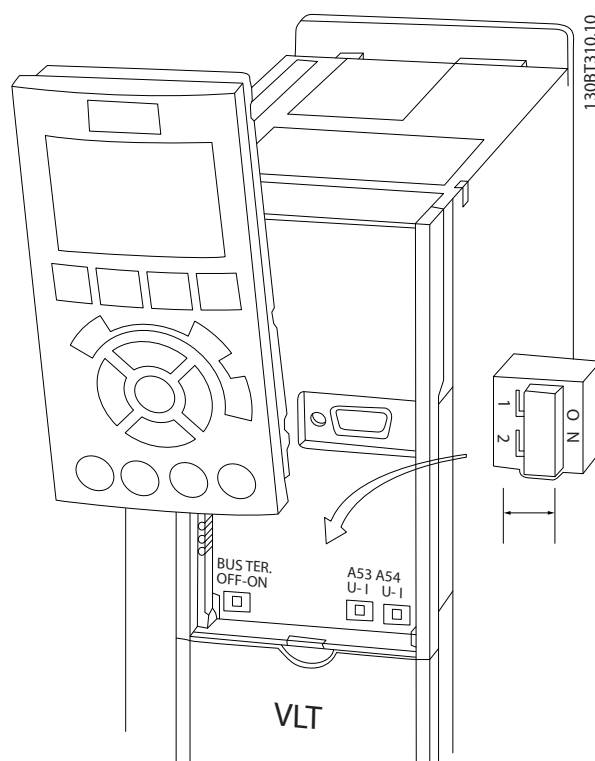

Abbildung 2.18 Lage der Klemmschalter 53 und 54 und Busabschlussschalter
- Sie erreichen die Schalter, indem Sie das LCP abnehmen (siehe *Abbildung 2.18*). Die Optionsmodule in Steckplatz B decken diese Schalter ggf. ab. Entfernen Sie diese zum Ändern der Schaltereinstellungen. (Trennen Sie vor Arbeiten am Frequenzumrichter immer die Netzversorgung.)